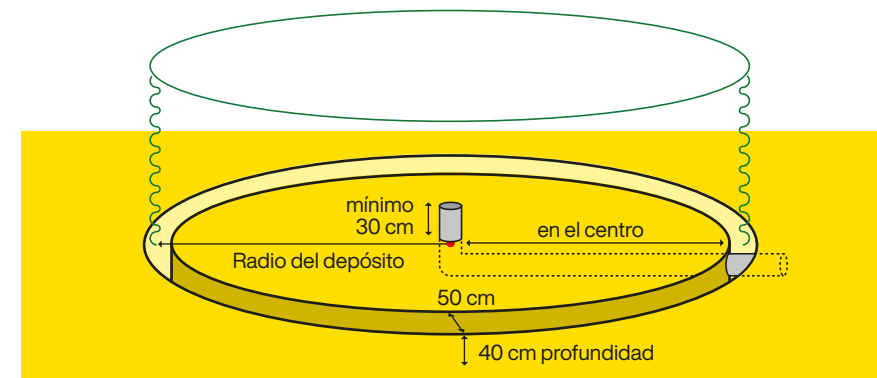

Figura 1: Perfil de la regata (zanja) y tubos de salida de agua.
• Si se ha previsto una o más salidas por el fondo, antes del hormigón deberán colocarse los tubos por debajo del nivel del suelo, y dichos tubos saldrán a la superficie 30 cm, en el interior del depósito a 1m del borde como muestra la figura 1. Se aconseja poner un tubo pasador por el interior del cual pasará el tubo de salida cuando éste atraviese la zanja. Este tubo pasador, de diámetro mayor que el de la salida, evitará que el hormigón repose directamente sobre la tubería de salida del agua.